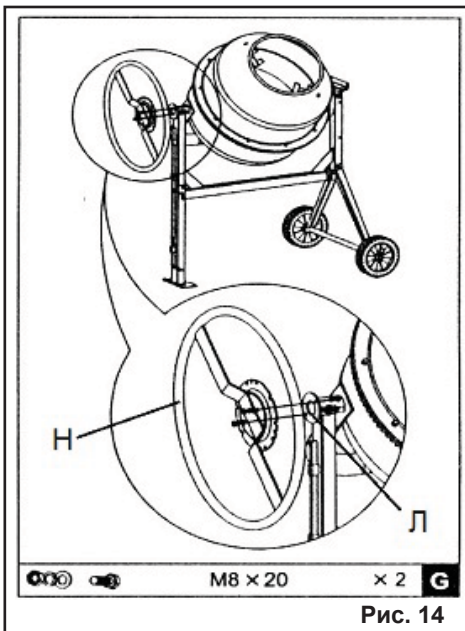

Рис. 14
6.7. Из пакета **G** достаньте крепеж, установите штурвал (Н) выгрузки (опрокидыватель) на фланце рамы двумя болтами М8х20, используя плоскую, пружинную шайбы, и гайки М8 (Рис. 14).